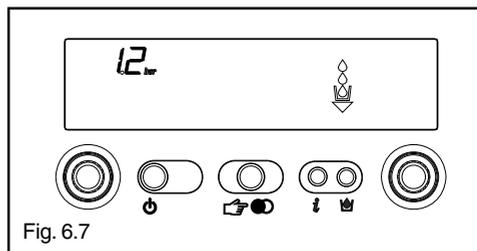

Fig. 6.7
- 2 visualizza la pressione di carico impianto (fig. 6.7)